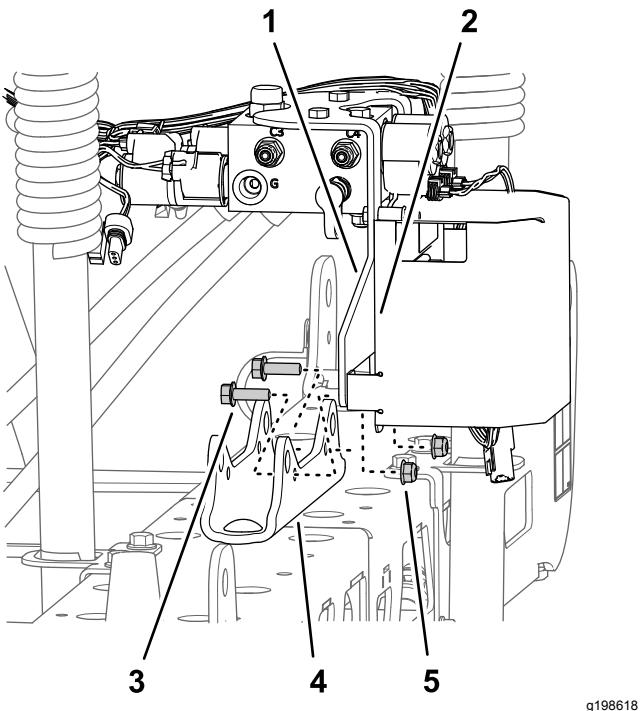

Figura 42
- Per le macchine con kit di allineamento delle barre Ultra Sonic Boom opzionale:** rimuovete i 2 dadi di bloccaggio flangiati (5/16") e 2 bulloni a testa flangiata (5/16" x 1") che fissano la staffa di supporto per il collettore di sollevamento delle sezioni e la staffa del controller TEC al supporto del cilindro e separate il collettore e la staffa dal supporto del cilindro (Figura 42).